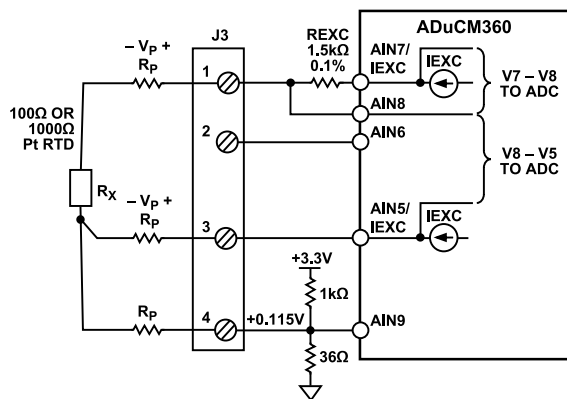

Рисунок 8. Конфигурация для 3-проводного подключения RTD
Трехпроводное соединение — еще одна популярная конфигурация RTD, которая устраняет ошибки сопротивления выводов, как показано на рисунке. Рисунок 8.
- б. 3-проводной RTD (см. Рисунок 8): Подключите нечетный провод к контакту 1 разъема J3, а два общих провода — к контактам 3 и 4 разъема J3. К каждому контакту следует подключать только один провод.